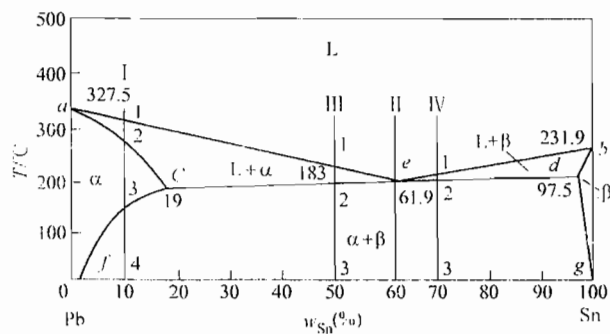

图 14-1 第四题第 6 小题图
6. 画出图14-1所示铅锡相图中含Sn10%的铅锡合金的冷却曲线并分析结晶过程;计算室温时 α 相和 β_{II} 相的含量。(15分)